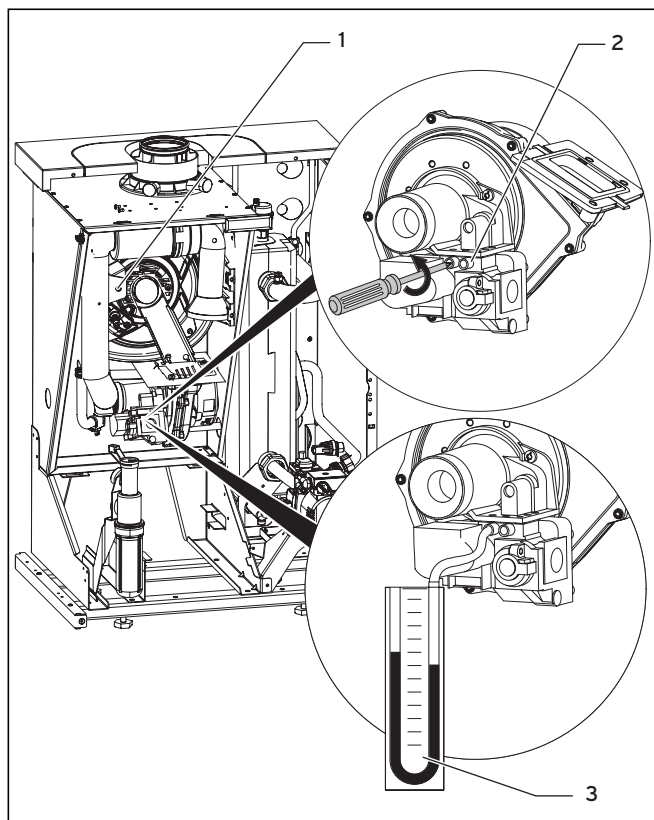

Fig. 7.3 Misurare la pressione di allacciamento (pressione idraulica del gas)
- Chiudere il nipplo di misurazione (2, fig. 7.3) con la vite di tenuta.
- Girare verso l'alto il tubo di aspirazione dell'aria e fissarlo nuovamente con la vite di fissaggio (1, fig. 7.3).